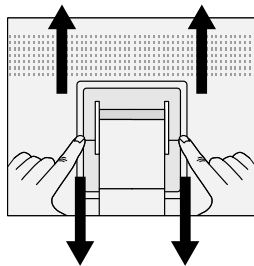

Figure S.2
4. Appuyez sur la partie "▼" avec votre index et faites glisser simultanément le couvercle inférieur du support (**Figure S.2**).